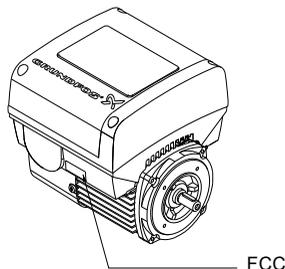

Abb. 65 FCC-Kennzeichen
10. Wenn das CIM-Modul über ein FCC-Kennzeichen verfügt, bringen Sie dieses Kennzeichen auf dem Klemmenkasten an. Siehe Abb. 65.